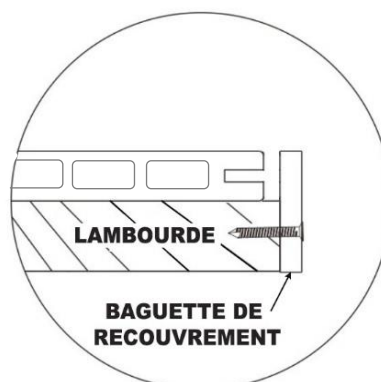

Figure 11
2. La baguette de recouvrement doit être installée comme indiqué sur le schéma Figure 11